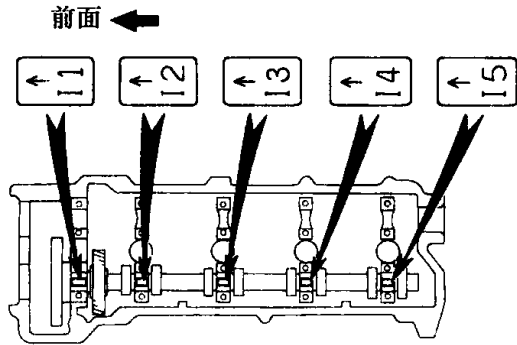

图 1-1-10 安装进气凸轮轴轴承盖
②见图 1-1-10, 把“11、12、13、14、15”轴承盖装到正确位置上, 并且箭头向前。